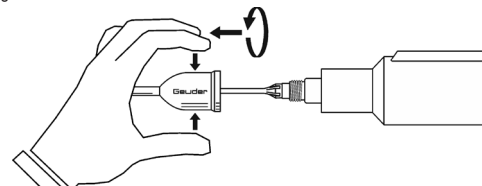

Abb. 4
- Entfernen Sie den Infusionsaufsatz gemäß Abb. 4:
- Fassen Sie den Infusionsaufsatz gemäß Abb. 4 und schrauben Sie diesen von der Ultraschallspitze.